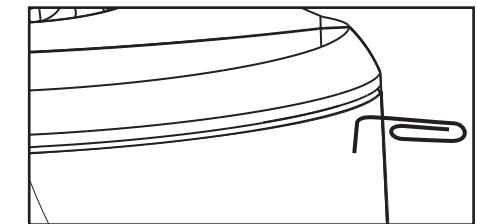

FIGURE 4
- A paperclip or corkscrew (for removing the paintable grille) [figure 4].
1. Separate the parts of the speaker. Remove the brackets and bracket knobs. Remove the grille by carefully hooking it with a bent paper clip and pulling it gently away from the cabinet [figure 4].
1. Retirez d'abord les boutons des supports et dégagéz l'enceinte. Puis retirez la grille de l'enceinte en la dégagant délicatement à l'aide d'un trombone plié [figure 4].